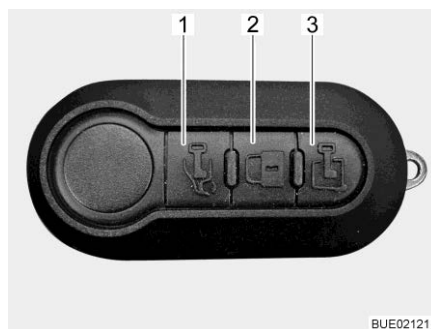

Fig. 60 Telecomando multifunzione (3 tasti)
- Sbloccaggio della porta conducente:** ■ Premere una volta brevemente il tasto  (Fig. 60,1). La porta conducente è sbloccata.
- Sbloccaggio della porta di ingresso:** ■ Premere una volta brevemente il tasto  (Fig. 60,3). La porta di ingresso è sbloccata.
Bloccaggio di tutte le porte: ■ Premere una volta brevemente il tasto  (Fig. 60,2). Tutte le porte sono bloccate.